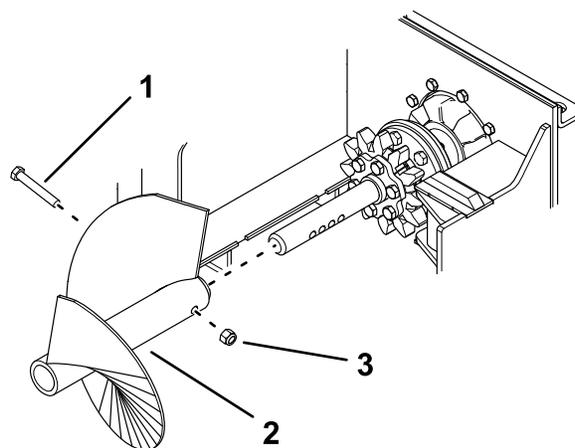

Рисунок 13
4. Отверните болт и контргайку, которые крепят отвальный шнек, а затем снимите шнек (Рисунок 13).